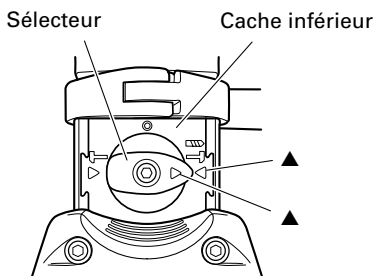

Fig. 6
(1) Commutation sur "rotation + percussion"
- (b) Aligner ▲ du sélecteur sur ▲ sur le côté  du dessous, comme indiqué à la Fig. 6.